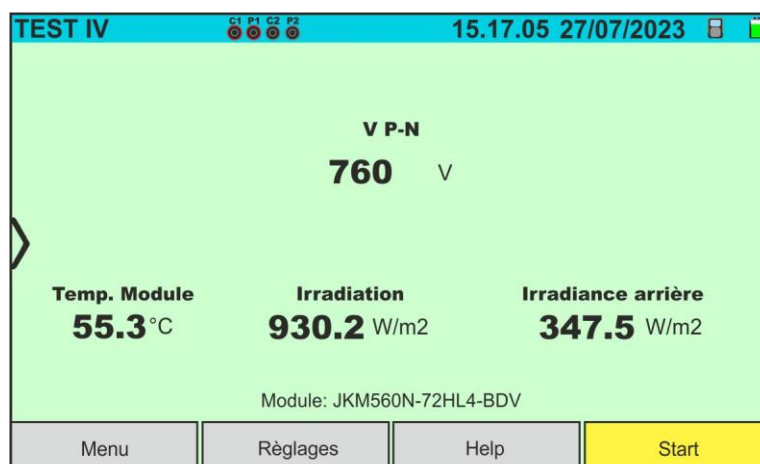

Fig. 41 : Couverture initiale mesure courbe I-V sur modules Biface
5. Dans le cas de modules **Biface**, l'écran de la Fig. 41 est présent à l'écran. Les paramètres suivants sont affichés :